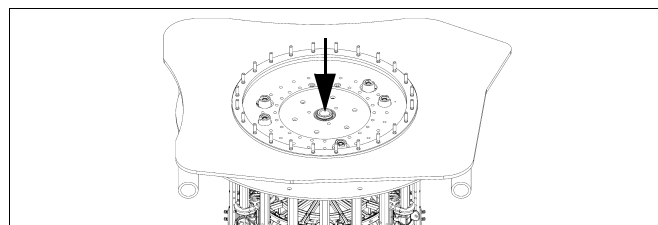
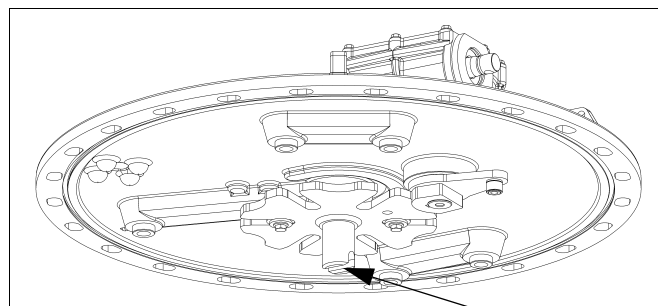

рис. 69 Проливка маслом сцепной муфты
рис. 70 Смазка мальтийской шестерни
2) Пролейте маслом сцепную муфту (рис. 69) и мальтийскую шестерню (рис. 70).